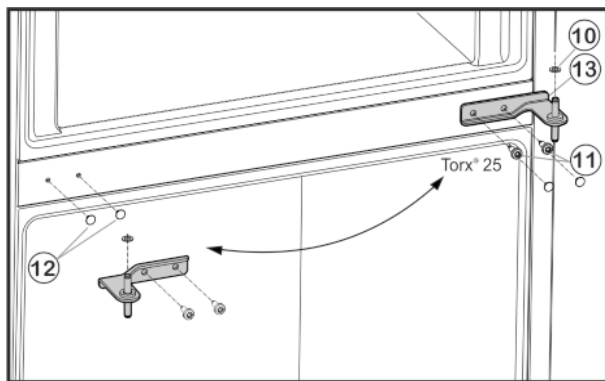

Fig. 6
- ▶ Desprindeți cu precauție capacele Fig. 6 (12) și așezați-le din nou pe latura opusă.